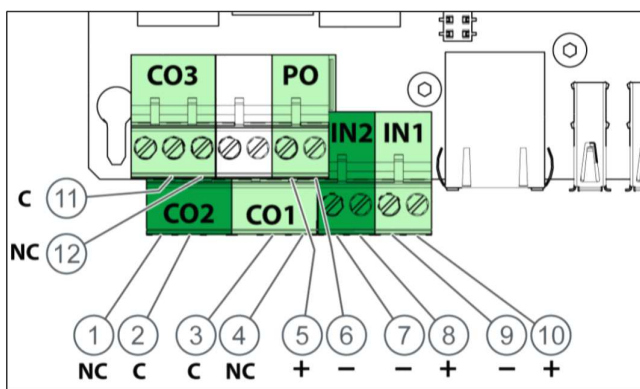

Рис. 43. Как подключить оборудование передачи тревог к клеммам платы MCU
2. Подключите оборудование передачи тревог к клеммам платы MCU согласно рис. 43.